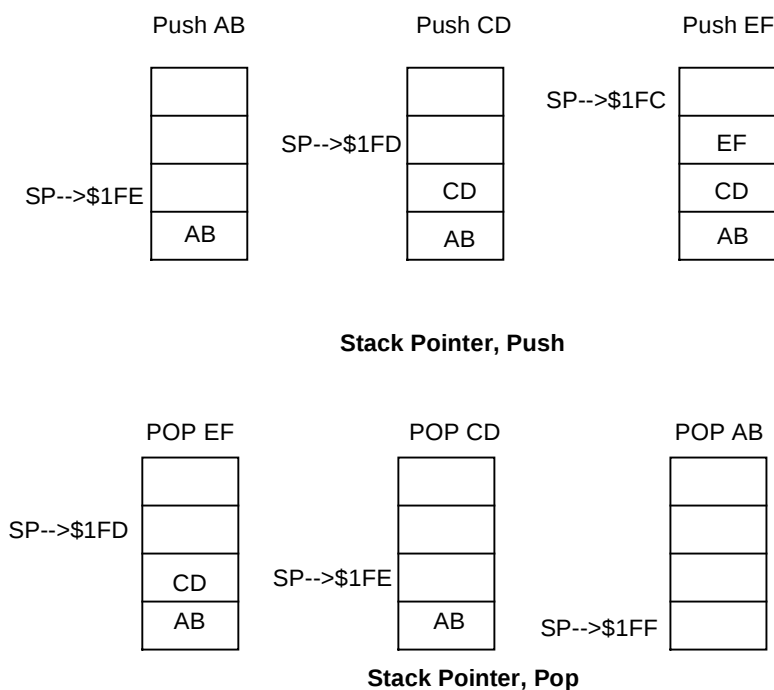

图 4-4 SPMC65X 堆栈操作
堆栈指针 (SP) 用于指示当前的堆栈状况, 每当压入一个数据, 指针会自动减 1, 每当弹出一个数据, 指针又会自动加 1, 所以堆栈指针 (SP) 总是指向堆栈的顶端。详细操作见图 4-4。